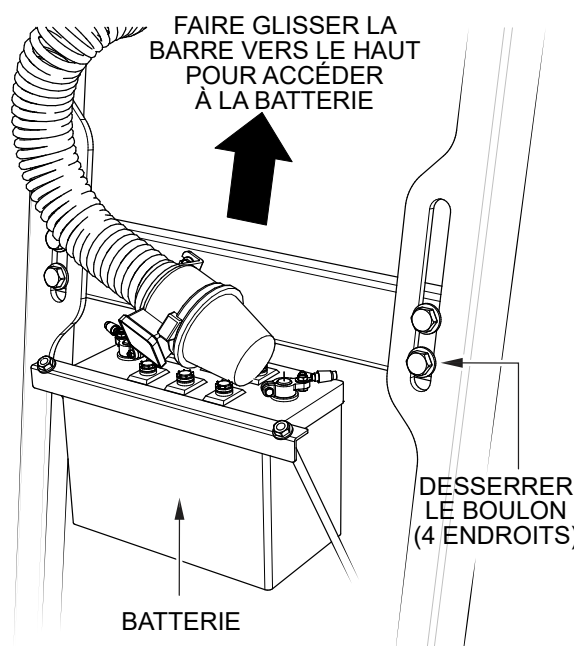

Figure 31. Relever la batterie
2. Desserrer les deux vis de chaque côté de la barre de connexion de la batterie sur les rails latéraux (Figure 31).